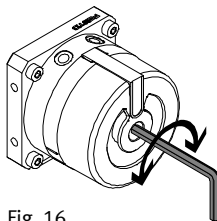

Fig. 16
7. Прижмите части кулисного механизма вертикально вниз к алюминиевой упорной планке (E) горизонтальной направляющей во время затяжки крепежных винтов частей кулисного механизма (момент затяжки: 6 Нм).
- за внутренний шестигранник привода (Fig. 16).